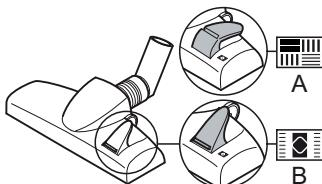

Abb. 13
5. Stellen Sie je nach Bodenbelag den Umschalter „Teppich/Hartboden“ (Abb. 13) ein:
- **Hartboden (Abb. 13/A)**
- **Teppich (Abb. 13/B)**